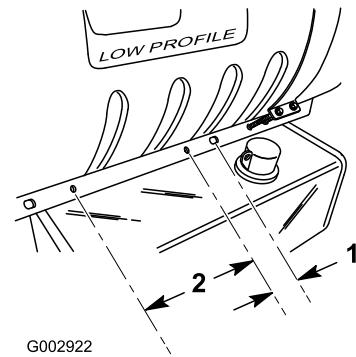

Figura 3
- Sulla sella del serbatoio, a destra della macchina, individuate il terzo foro dal frontale della macchina. Misurate sulla sella del serbatoio 5 cm dietro il centro del terzo foro, e fate un segno (Figura 3).
- Misurate 25 cm indietro dal segno, e fate un segno a questo punto (Figura 3).
- Nei punti contrassegnati praticate due fori del diametro di 7/16 poll., centrati verticalmente nella sella del serbatoio (Figura 3).